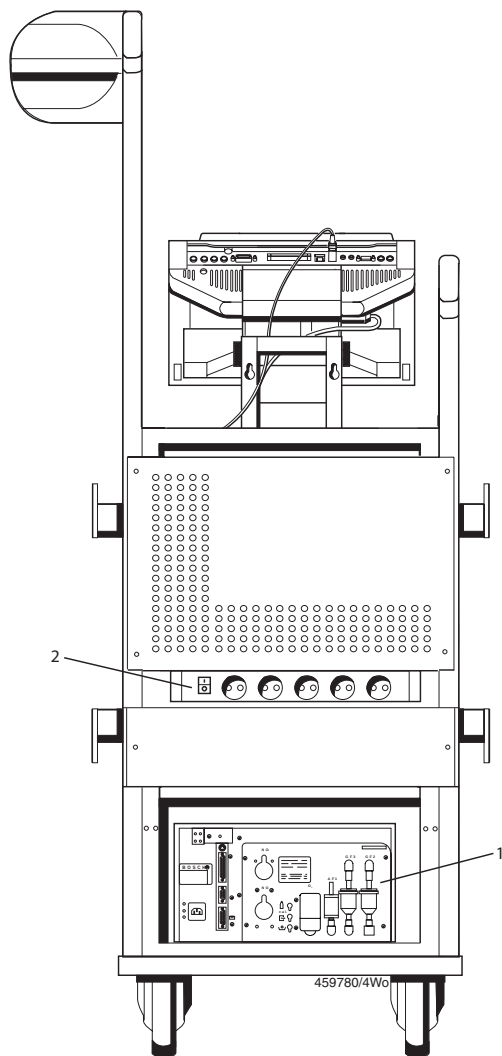

Fig. 2: vista de trás do FSA 750
Ligue ou desligue o FSA 750, pelo lado de trás, com o interruptor de rede central (ver fig. 2; pos. 2).